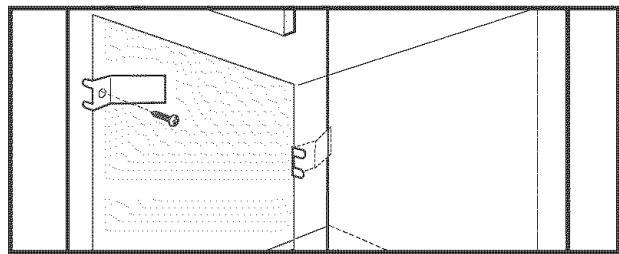

Figure 4
2. Installez les supports de fixation tel qu'indiqué à la figure 4. **Note:** Pour éviter d'endommager l'armoire, il est recommandé de percer des trous de 1/16" (0.16 cm) de diamètre avant de fixer les supports de fixation.